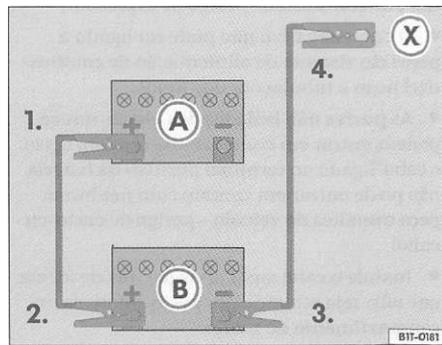

Fig. 135 Seqüência de ligação dos cabos auxiliares de partida
Na => fig. 135 estão representadas a bateria descarregada @ e a bateria fornecedora de corrente
- 1. Ligue uma extremidade do cabo auxiliar de partida *vermelho* ao terminal positivo => Página 197, fig. 135 @ do veículo com a bateria descarregada (a).